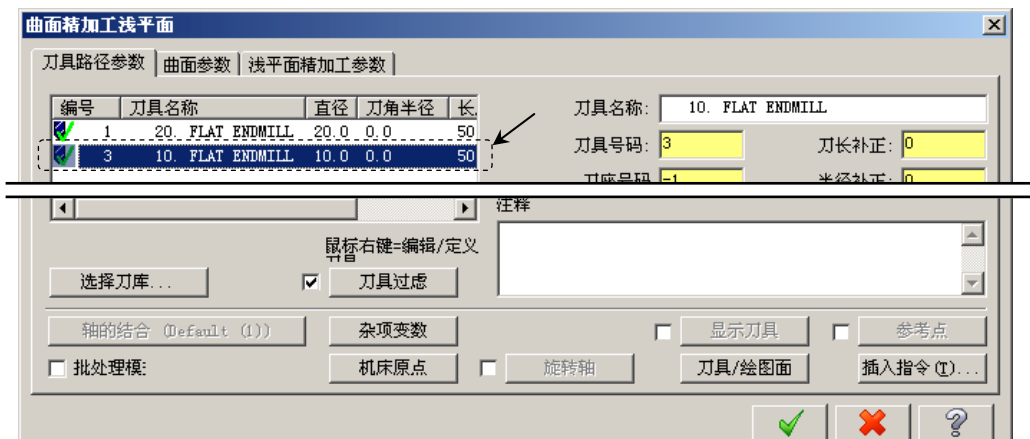

图 22.32 “刀具路径参数”选项卡
(3) 单击“刀具路径的曲面选取”对话框的 **✓** 按钮，系统弹出“曲面精加工浅平面”对话框。
Step23. 选择刀具。在“曲面精加工浅平面”对话框中, 选择图 22.32 所示的刀具。
(1) 在“曲面精加工浅平面”对话框中单击 **浅平面精加工参数** 选项卡, 在 **浅平面精加工参数** 选项卡的 **大切削间距 (M)** 文本框中输入值 5.0; 选中 ☒ **切削顺序依照最短距离** 复选框。
(2) 单击 **间隙设置 (G)...** 按钮, 在系统弹出的“刀具路径的间隙设置”对话框中 **位移小于允许间隙时, 不提刀** 区域的下拉列表中选择 **平滑** 选项; 其他参数接受系统默认设置值。